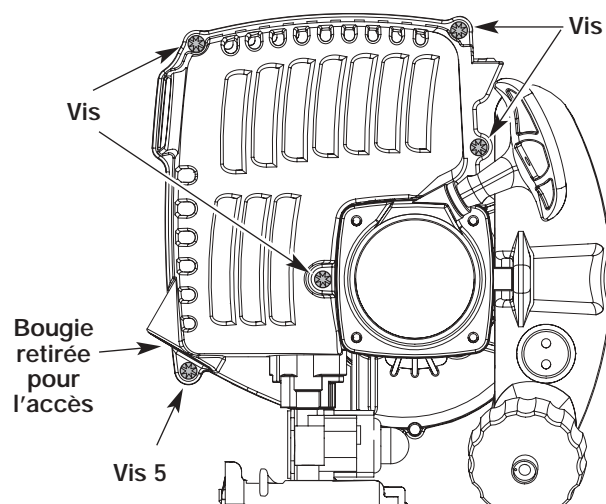

Fig. 13
2. Pour accéder au silencieux et au pare-étincelles, vous devez retirer le cache moteur. En vous servant d'un tournevis plat ou torx T-25, dévissez les cinq vis du moteur montrées dans la Figure 13.
REMARQUE : Vous devez retirer la bougie pour accéder à une des vis tenant le cache moteur en place (Vis 5) (Fig. 13).